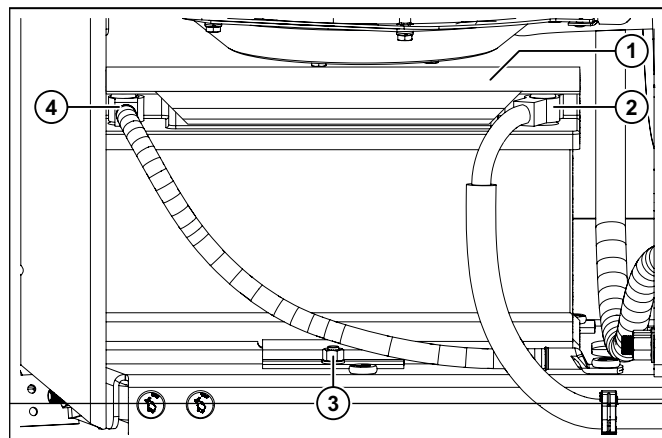

Figure 49 : Remplacer la batterie (exemple)
- ⇒ voir "Figure 49 : Remplacer la batterie (exemple)" p. 88